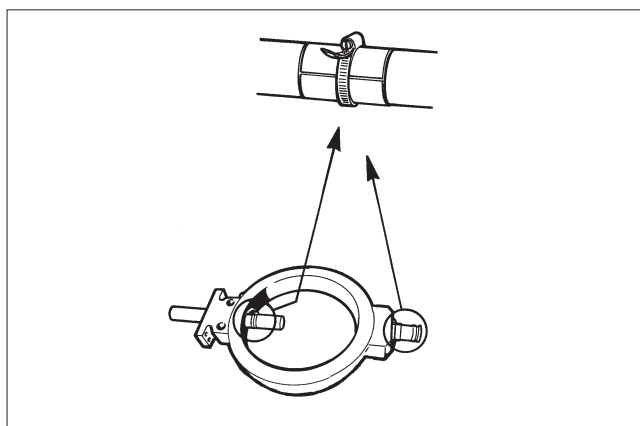

Fig. 17 Montage des paliers métalliques
- **Construction hautes températures:** Engager le palier sur l'axe. Pulvériser une fine couche de fluide lubrifiant sec, p. ex du Molykote 321R ou un produit équivalent, sur la surface interne du coussinet et la gorge de portée de l'axe. Pousser le coussinet avec une bague de serrage dans la gorge de portée de l'axe, puis engager prudemment l'axe avec ses paliers dans le corps à travers la bague de serrage (cf. figure 17).